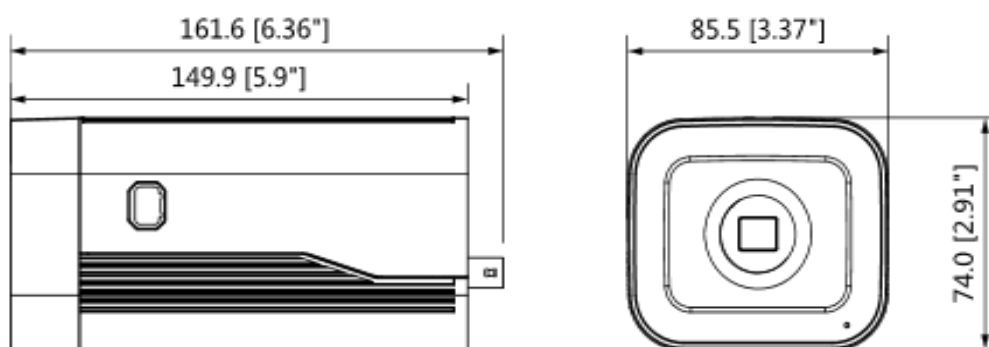

Рисунок 5
- в термокожух (предварительно следует убедиться, что габаритные размеры камеры (рис.5) вместе с установленным объективом меньше соответствующих внутренних размеров термокожуха);